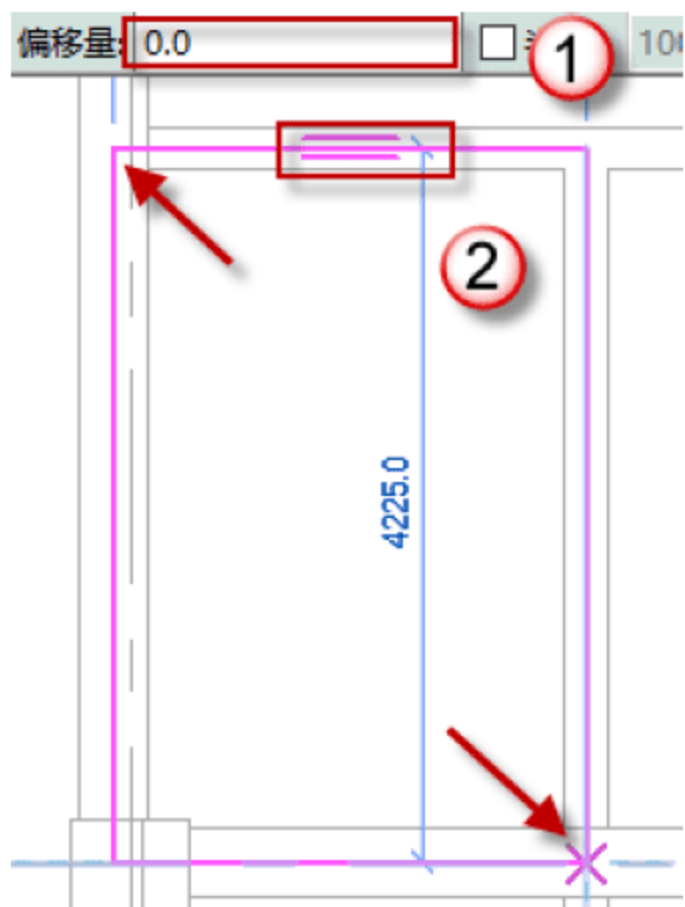

图 4.3.9 绘制 4 号板
(9) 绘制 4 号板，单击“矩形”按钮，绘制 4 号板，调整跨方向，将偏移量设置为 0，单击√按钮，完成绘制，如图 4.3.9 所示。